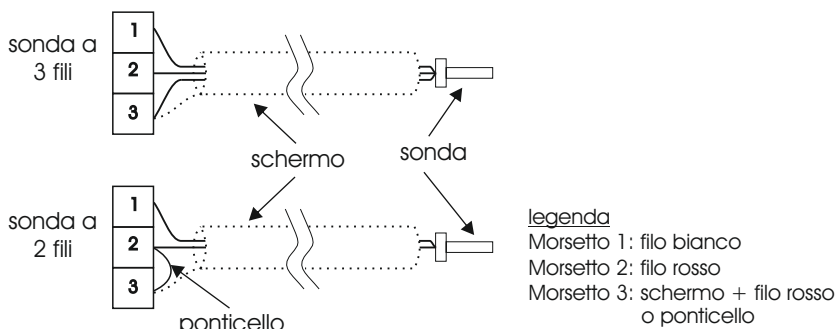

Figura 6
- Utilizzare un cavo schermato per il collegamento della sonda con il dispositivo e con lo schermo fissato al terzo morsetto della sonda (si veda la figura 6). È possibile, ma non necessario, collegare lo schermo anche al riferimento di terra all'interno del quadro elettrico.
- I tre fili di ogni sonda dovranno avere la stessa lunghezza e sezione in modo che ognuno abbia la stessa resistenza di linea. La resistenza di linea dovrà essere inferiore a $10\ \Omega$ equivalenti a circa 500 metri di cavo con sezione da $1\ \text{mm}^2$. È in ogni caso possibile utilizzare anche sonde Pt100 a soli 2 fili effettuando un ponticello, come evidenziato nell'esempio della Figura 6, sui morsetti utilizzati per la misura della resistenza di linea. La misura della temperatura, in questo caso, sarà affetta da un errore tanto maggiore quanto più sarà lungo il cavo di collegamento della sonda.